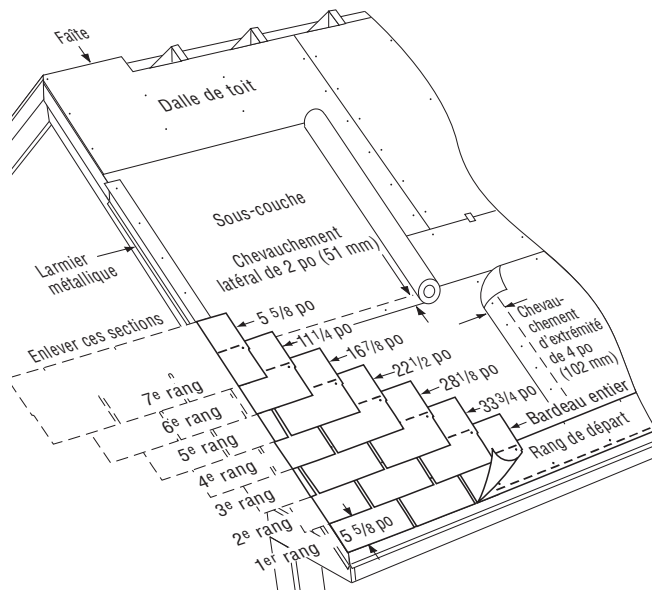

Figure 10-14 : Pose des sept premiers rangs sur une pente standard.
**PREMIER RANG :** Poser un bardeau entier sur le coin inférieur gauche du toit. Aligner les jupes à égalité avec le bord du rang de départ. De cette façon, l'adhésif de la bande de départ adhèrera aux jupes du premier rang et les empêchera de se soulever par grand vent (figure 10-14).
1. Retrancher 5 5/8 po (14,3 cm) du côté gauche d'un bardeau et poser la pièce de 33 3/4 po (86 cm) restante par-dessus et au-dessus du bardeau du premier rang, en l'alignant avec le bord gauche du rang de départ (figure 10-14).
2. Enlever 11 1/4 po (28,6 cm) du premier bardeau du troisième rang, 16 7/8 po (43 cm) du premier bardeau du quatrième rang, 22 1/2 po (57 cm) du premier bardeau du cinquième rang, 28 1/8 po (71,4 cm) du premier bardeau du sixième rang et 33 3/4 po (86 cm) du premier bardeau du septième rang. Poser chacun de ces bardeaux en alignant son côté gauche avec le rang précédent (figure 10-14).